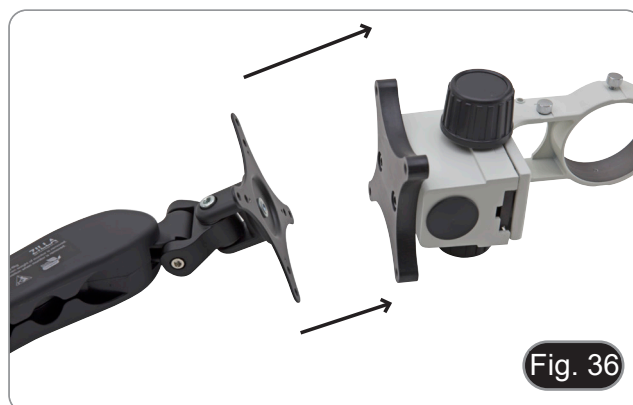

Fig. 36
10. Montez le système de mise au point sur le bras, en utilisant les vis et la clé Allen fournie. (Fig. 36)